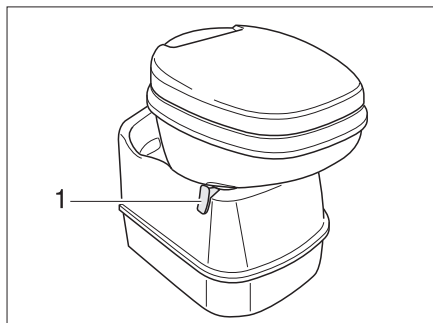

Fig. 156 Cuvette Thetford, orientable
- Avant d'actionner la chasse d'eau, ouvrir le curseur des toilettes Thetford. Pousser pour cela le levier du curseur (Fig. 156,1) dans le sens inverse des aiguilles d'une montre.
- Tourner le levier du curseur (Fig. 156,1) dans le sens des aiguilles d'une montre. Le curseur se ferme. Pour la vidange il **faut** que le curseur des toilettes Thetford soit fermé.